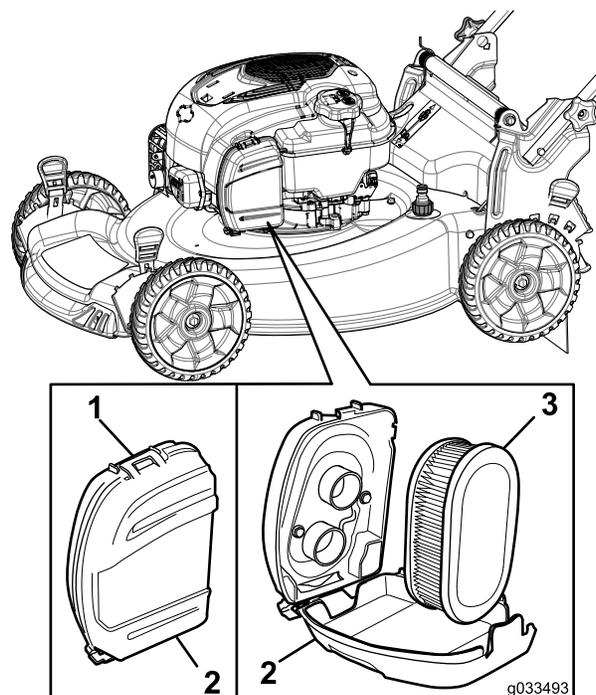

Рисунок 26
2. Извлеките воздушный фильтр (Рисунок 26).
1. Расфиксируйте защелку в верхней части крышки воздушного фильтра (Рисунок 26).